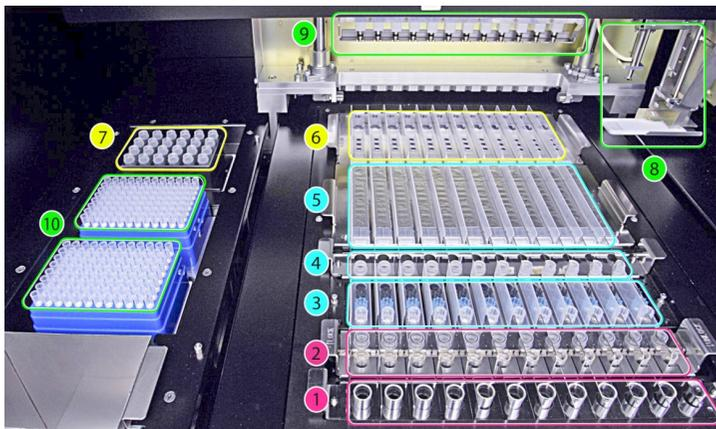

Figura 1: área de carregamento de «ELITE InGenius».
Visão do conjunto do instrumento «ELITE InGenius» (Figura 1).
A Figura 1 mostra a posição do rack dos tubos primários de amostras (1), a posição do rack do tubo de sonicação + tampa (2), a posição do rack das pontas (3), a posição do rack do tubo de eluição (4), a posição do rack do cartucho de extração (5) e a posição do rack do cartucho de PCR (6), a posição do bloco de reagentes de PCR e Controlo Interno (Inventory Manager) (7), os dois sistemas de dispensação da amostra e dos reagentes (8, de canal simples, 9, multicanal), as posições das pontas (10) e o recipiente para rejeitos embaixo à esquerda.
7. Certificar-se de que os reagentes sejam suficientes para o número de testes selecionado e que sejam colocados corretamente na posição 7 Inventory Manager (cfr. Página 11, Figura 1), como indicado no ecrã, premir o botão "Next" (Seguinte).
8. Carregar um número suficiente de racks das pontas na posição 10 (cfr. Página 11, Figura 1).
10. Carregar as caixas de PCR na posição 6 (cfr. Página 11, Figura 1).
12. Carregar as caixas de extração na posição 5 (cfr. Página 11, Figura 1).
14. Carregar a quantidade necessária de tubos de eluição na posição 4 (cfr. Página 11, Figura 1).
16. Carregar a quantidade necessária de Tip Cassettes na posição 3 (cfr. Página 11, Figura 1).
18. Carregar a quantidade necessária de Sonication Tubes na posição 2 (cfr. Página 11, Figura 1).
20. Quando “Primary Tube” (Tubo Primário) tiver sido selecionado como posição da amostra na página “Perform Run” (Realizar Sessão), carregar os tubos primários indicados na posição 1 (cfr. Página 11, Figura 1).